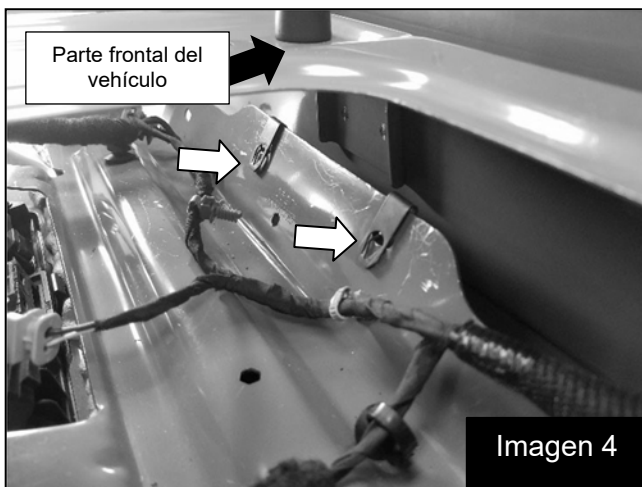

Imagen 4
6. Instale los broches a rosca suministrados. Imagen 4